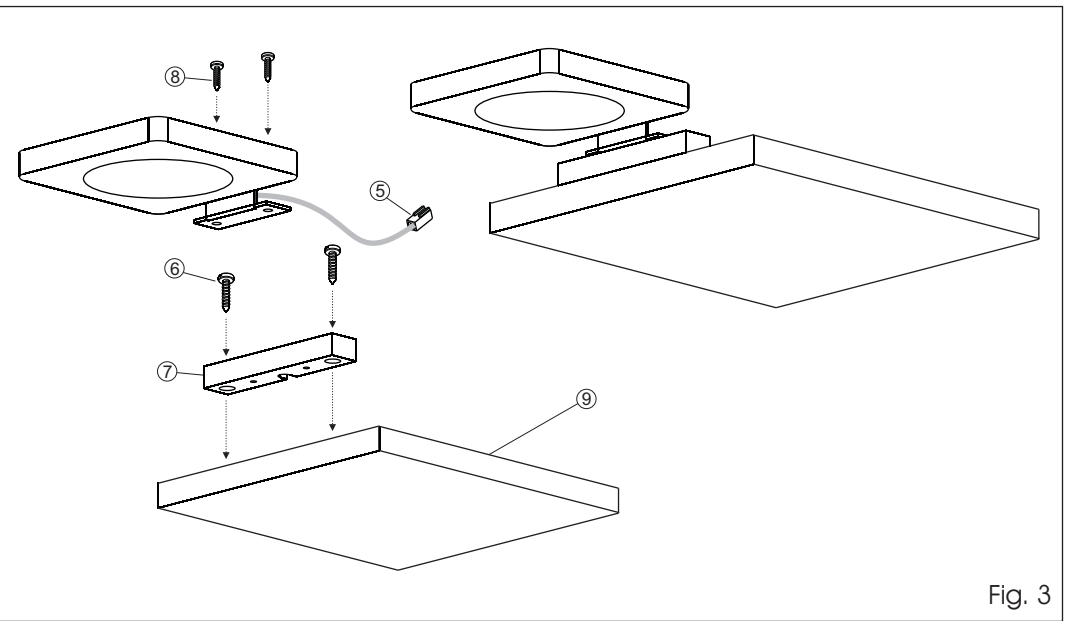

Fig. 3
-Bloccare la staffa (3) allo specchio (4) mediante i grani (2).
**INSTALLAZIONE SU MENSOLA (fig. 3):**
-Fissare il faretto alla staffa in plexiglass (7) mediante le viti (8).
-Fissare la staffa (7) alla mensola (9), mediante le viti (6).
- Collegare il cavo di alimentazione dell'apparecchio ad un alimentatore di sicurezza in tensione costante da 12Vdc (non incluso) con potenza 10% superiore al carico totale inserendo il connettore (5) su una delle prese del distributore)
-Secure the bracket (3) to the mirror (4) with the grub screws (2).
**INSTALLATION ON SHELF (Fig. 3):**
-Fix the spotlight to the plexiglass bracket (7) with the screws (8).
-Fix the bracket (7) to the shelf (9) with the screws (6).
- Connect the device's power supply cable to a constant 12 VDC safety power supply (not included) with power 10% higher than the total load, plugging the connector (5) into one of the distributor sockets.
-Den Bügel (3) mit den Madenschrauben (2) am Spiegel (4) befestigen.
**INSTALLATION AN DER ABLAGE (Abb. 3):**
-Den Strahler mit den Schrauben (8) am Plexiglassbügel (7) befestigen.
-Mit den Schrauben (6) den Bügel (7) an der Ablage (9) befestigen.
- Das Netzband des Gerätes an ein Sicherheitsnetzgerät mit einer Konstantspannung von 12Vdc (nicht inbegriffen) anschließen, dessen Leistungsstärke 10% über der Gesamtlast liegt, in dem man den Steckverbinder (5) in eine der Verteilersteckdosen steckt.
-Fixer le support (3) au miroir (4) en utilisant les vis (2).
**INSTALLATION SUR ÉTAGÈRE (Fig. 3):**
-Fixer le spot sur le support en plexiglas (7) en utilisant les vis (8).
-Fixer le support (7) à l'étagère (9) en utilisant les vis (6).
- Brancher le câble d'alimentation du dispositif à un alimentateur de sécurité à tension constante de 12Vcc (non inclus) avec une puissance 10% supérieure au chargement total, en insérant le connecteur (5) sur une des prises du distributeur.